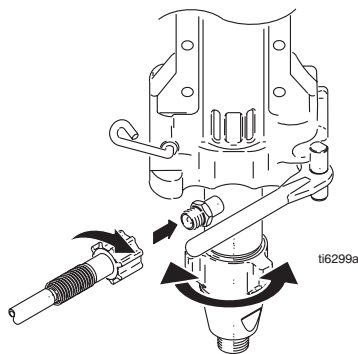

FIG. 26
4. FIG. 26. Feche a porta do pistão e rode o dispositivo de fecho para a respectiva posição. Não aperte o dispositivo de fecho.
5. FIG. 26. Rode o pistão para o alinhar com o tubo flexível de pintura. Ligue o tubo flexível de pintura e aperte-o à mão a um binário de 70 pol. - lbs.